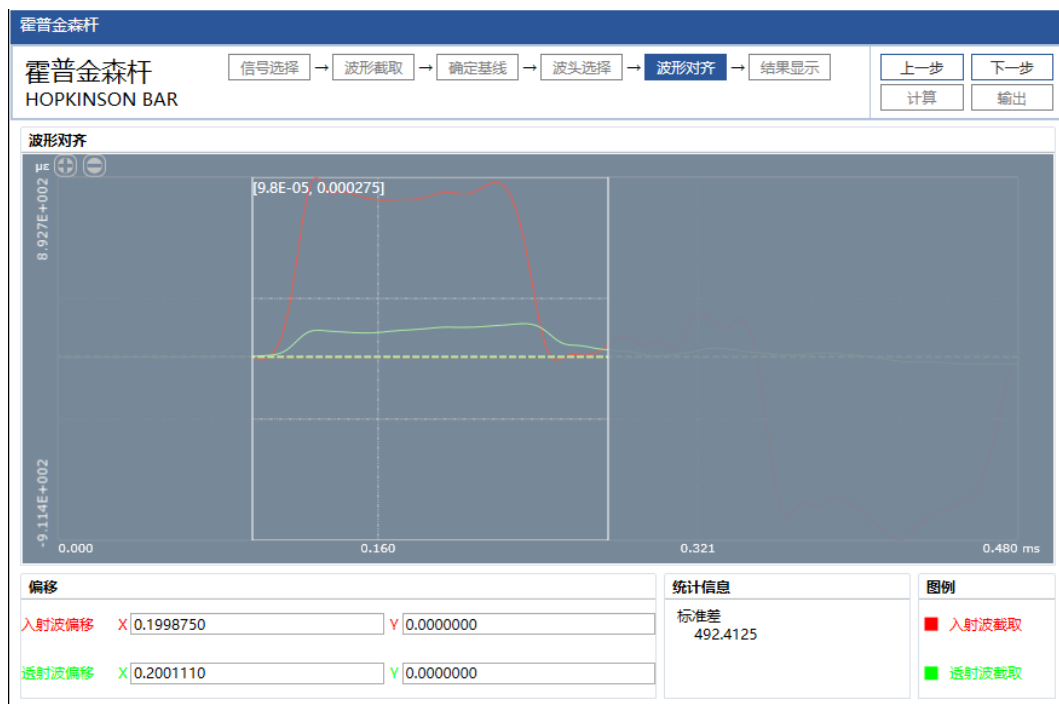

图 8 同一窗口波头自动对齐显示
5.4.1 根据“波头选择”中确定的数据起点位置，自动对齐，横坐标为相对时间，单位为 ms，纵坐标为 $\mu\epsilon$ ，示意图如图 8 所示：